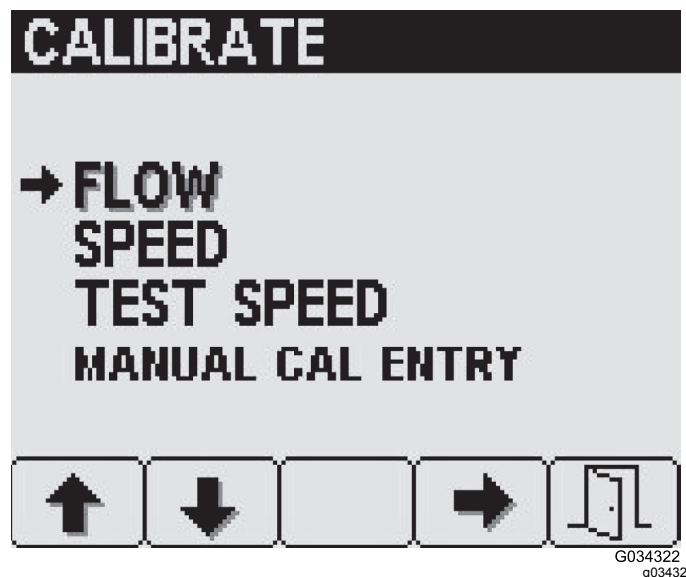

图 31
2. 要访问 Flow 流量屏幕按下 Calibration 校准屏幕上的 4 号按钮图 31 选择 Flow 流量。
2. 要访问 Speed 速度屏幕按下 Calibration 校准屏幕上的 2 号按钮直至到达 Speed 速度然后按 4 号按钮 图 31 选择 Speed 速度。